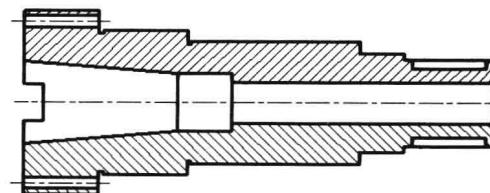

图 4-4-5
- (4) 命令行提示“指定镜像线的第二点”，捕捉并单击端点 B，确定端点 B 为镜像线的第二点的位置，此时创建了一条镜像线 AB，并在 AB 线的另一侧显示出镜像复制的图形，如图 4-4-5 所示。